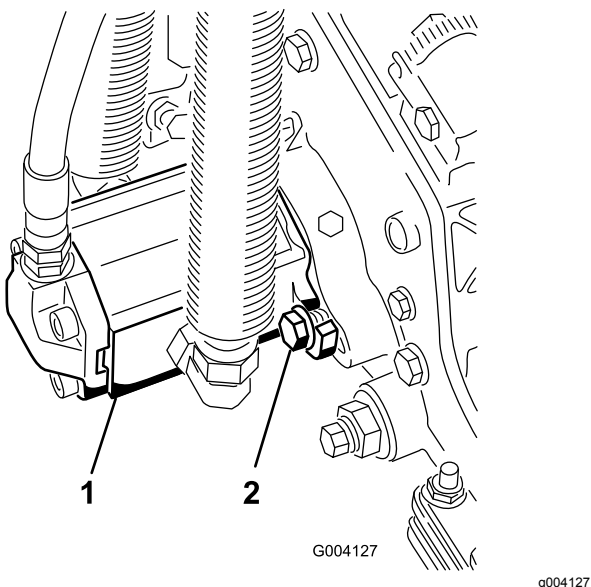

Figure 13
- Montez le moteur en le tournant dans le sens horaire jusqu'à ce que les brides passent les boulons (Figure 13).